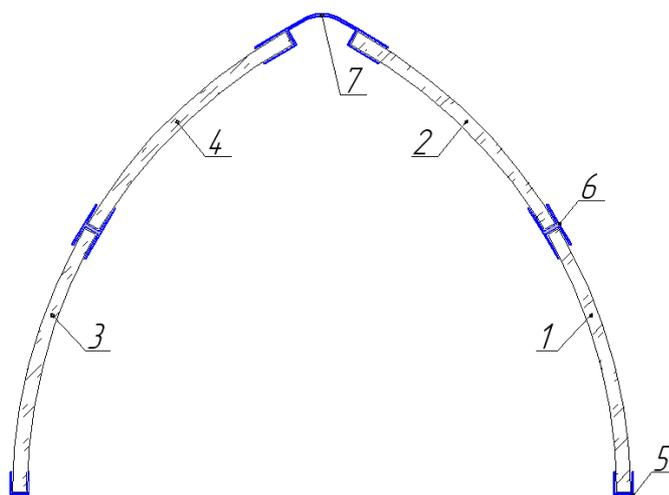
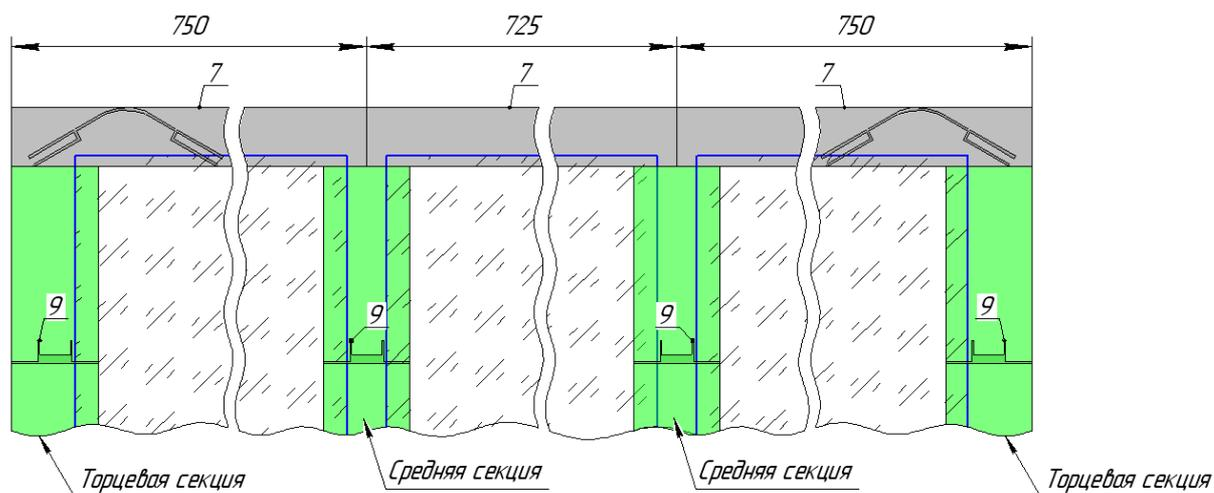

Рис. 12
Рис. 14
4.1 Остекление начинается с крайнего проема. Последовательность установки стекол 1-2-3-4 (рис.12).
4.4 На верхнюю кромку стекла №1 надеваем пластиковый Н-образный профиль №6 (длинной 698мм) (рис.12).
4.8 После того как стекла №1, 2, 3 и 4 лежат на каркасе теплицы надеваем профиль конька №7 длинной 750мм (рис.12). Он должен лежать на торцевой секции заподлицо с уличной частью профиля №9, а на средней секции по середине профиля №9 (рис.14).